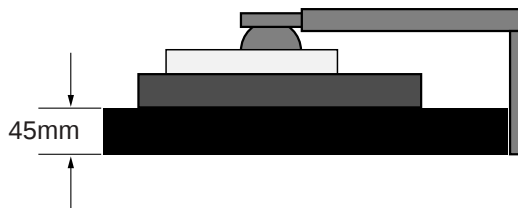

Figura S.1
3. Coloque el monitor hacia abajo sobre una superficie no abrasiva (sitúe la pantalla sobre una plataforma de 45mm/1.8 pulgadas para que el soporte quede paralelo a la superficie.) (Figura S.1).